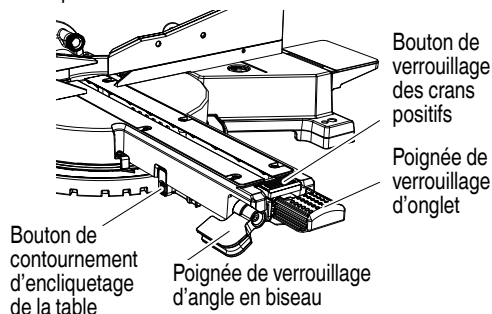

Fig. 19
7. Bouton de contournement d'encliquetage de la table (Fig. 19)